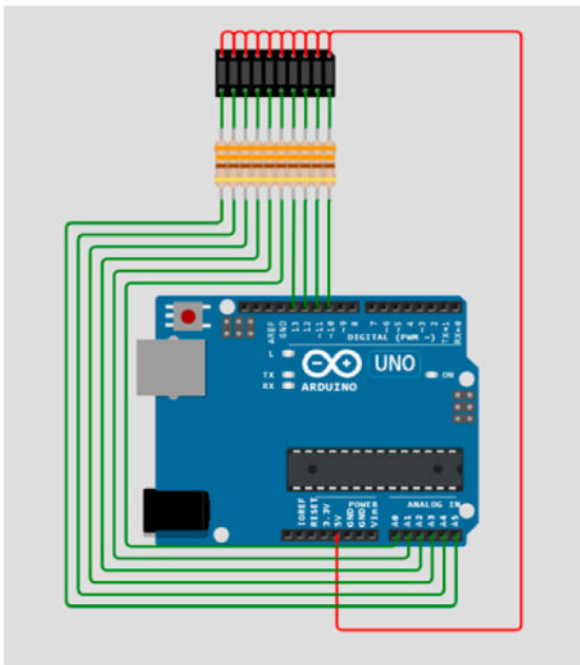

Figure 3: Montage de l'enseigne RESTAURANT sur la carte Uno.
►► installer la bibliothèque dans votre IDE puis comment l'utiliser. Le programme en fin d'article donne une enseigne à 10 LED (RESTAURANT): celles-ci sont connectées par leur cathode sur les sorties 10 à 13 et A0 à A5 de la carte Uno. La figure 3 montre le montage à réaliser. Pour récupérer le programme, je vous incite à lire l'article <https://locoduino.org/spip.php?article274> qui explique comment faire avec un simple copier-coller.